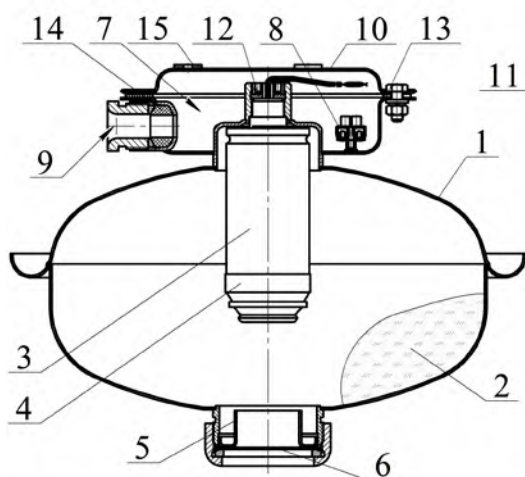
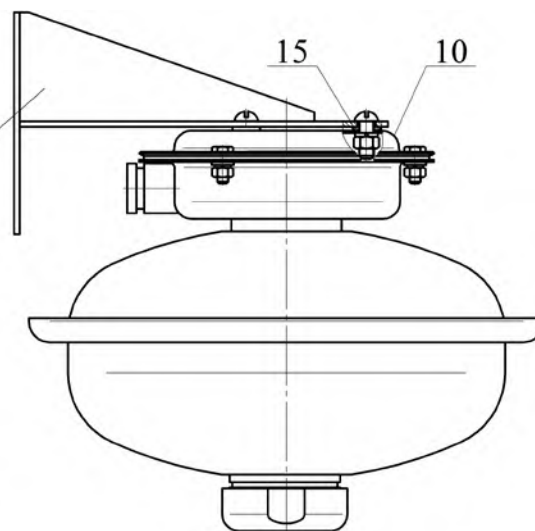

Рисунок 1
Рисунок 2
В верхней части МПП снабжен кронштейном 10 для крепления к потолочному перекрытию (рисунок 1) или закрепленным на кронштейне 10 переходником 11 для крепления к стене (рисунок 2).
2.1.3 Закрепить кронштейн **10** (см. рисунок 1) на потолке или переходник **11** (см. рисунок 2) с кронштейном **10** на стене. Крепление кронштейна **10** к потолку производить через резиновые прокладки **15**. Координаты отверстий в кронштейне, предназначенном для крепления МПП на потолке, приведены на рисунке 4а), в переходнике для крепления на стене – на рисунке 4б).
2.1.4 Через резиновую прокладку **13** (см. рисунок 1) состыковать МПП с кронштейном **10** и закрепить соединение гайками. Соединение кронштейна **10** МПП с переходником **11** (см. рисунок 2) производить через резиновые прокладки **15**.